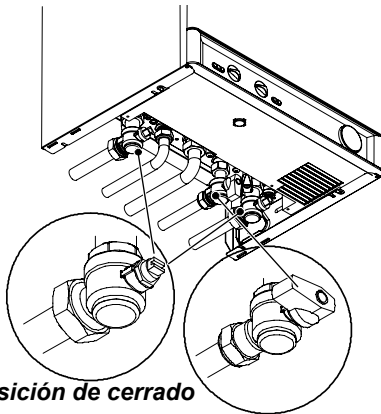

Fig. 2.10
- Cierre los grifos de la caldera Fig. 2.10;